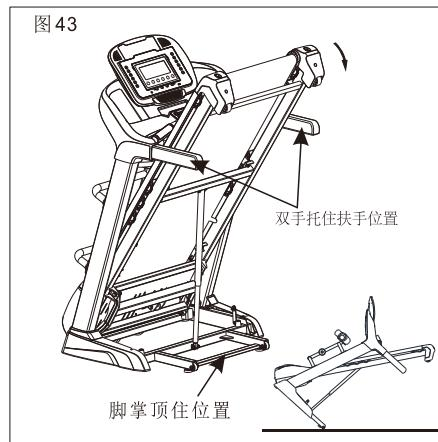

图42
3. 展开跑步机时，见右图，双手抓住跑台两侧金属框架，箭头位置。用脚顶压气压支撑杆箭头位置，同时向身边方向轻拉跑台，跑台即可缓慢下降。（图42所示）。